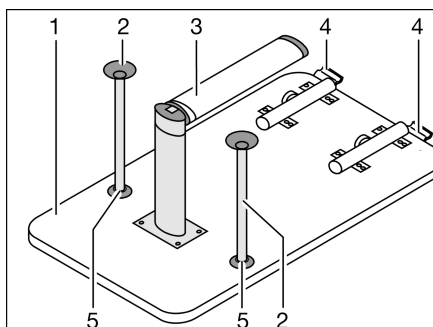

Fig. 93 Sommier de lit
- Soulever légèrement le plateau de table (Fig. 93,1) à l'avant d'env. 45°.
- Rabattre la partie inférieure du pied de table à joint (Fig. 93,3) de 90°. Suivant le modèle, tirer la partie inférieure du pied de table vers le bas ou appuyer sur le bouton de déverrouillage.
- Appuyer sur le bouton de déverrouillage (Fig. 93,4) sur le dispositif de verrouillage.
- Suivant le modèle, enfoncer les deux pieds d'appui supplémentaires (Fig. 93,2) dans les fixations (Fig. 93,5) sur le dessous du plateau de table.